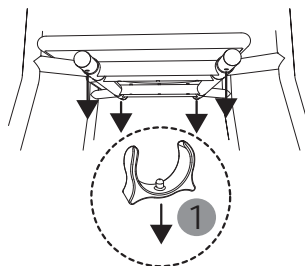

Abb. 22
1. Ziehen Sie die vier Befestigungsclips von den Steckrohren (1, Abb. 22).